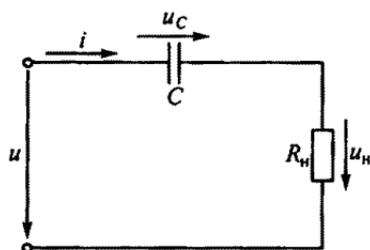

Рис. 116
3.81. В разделительной цепочке на рис. 116 напряжение $u = 100 + 50 \sin \omega t$, $f = 50$ Гц. Каковы напряжения на конденсаторе и нагрузке, если $C = 2,5$ мкФ, $R_n = 100$ кОм, а $x_C \ll R_n$? (Указать неправильный ответ.)